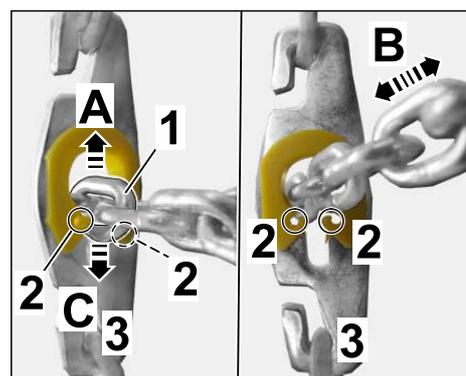

Fig. 9
2.2.3 Extraire le maillon de la chaîne de serrage de la sécurité du trou oblong de la plaque de fermeture (⇒ Fig. 9-flèche-).